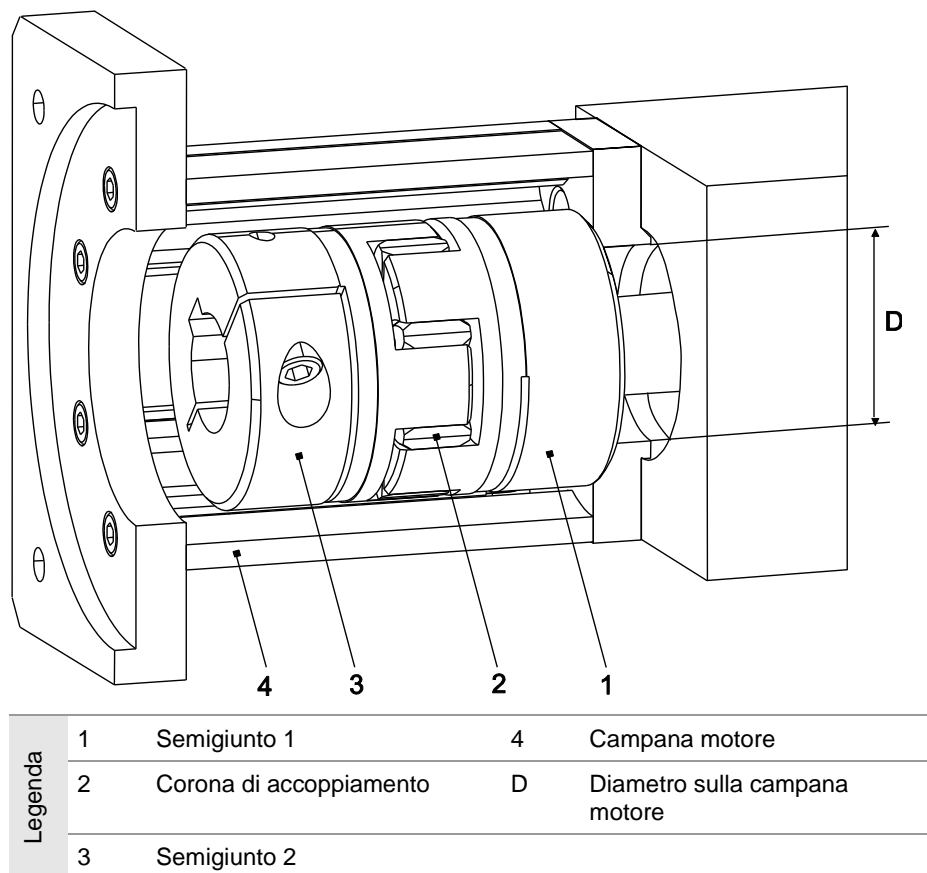

Figura 9 Campana motore con giunto motore sul perno di comando
3. Se il diametro del giunto è inferiore alla misura D sulla campana motore (4), montare dapprima il semigiunto 1 (1) (foro a livello con l'albero di comando) e quindi la campana motore (4) (Figura 9).